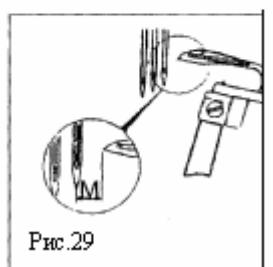

Рис.29
7-9 Расстояние (M) между иглой и кончиком петлителя (Рис.29)